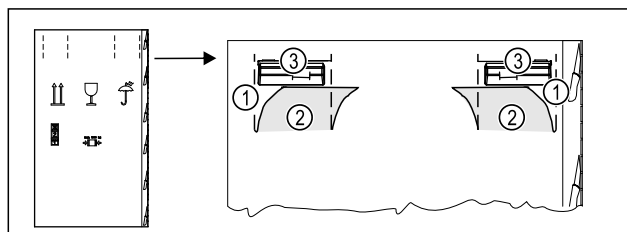

Fig. 5
- Vtlačte obalový karton nahoře na perforaci Fig. 5 (1).
- Vytáhněte vtažené spojky Fig. 5 (2).
- Pravá a levá rukojeť Fig. 5 (3) je viditelná.
- Držte spotřebič za rukojeti Fig. 5 (3).